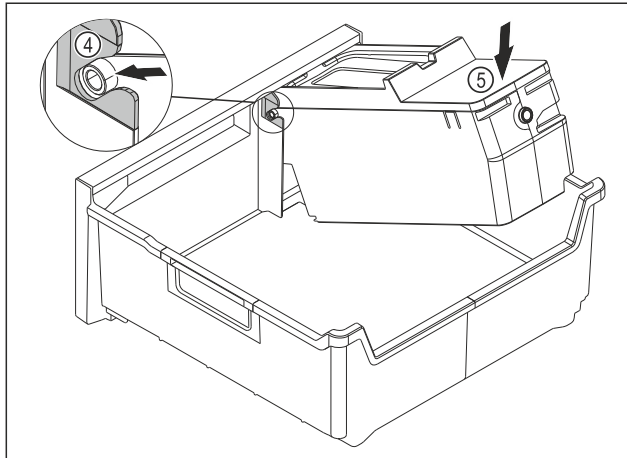

Fig. 187
- Montați corpul EasyTwist-Ice: Inșerați axele corpului EasyTwist-Ice în ghidaje Fig. 187 (4).
- Apăsați corpul EasyTwist-Ice Fig. 187 (5) în spate în jos.